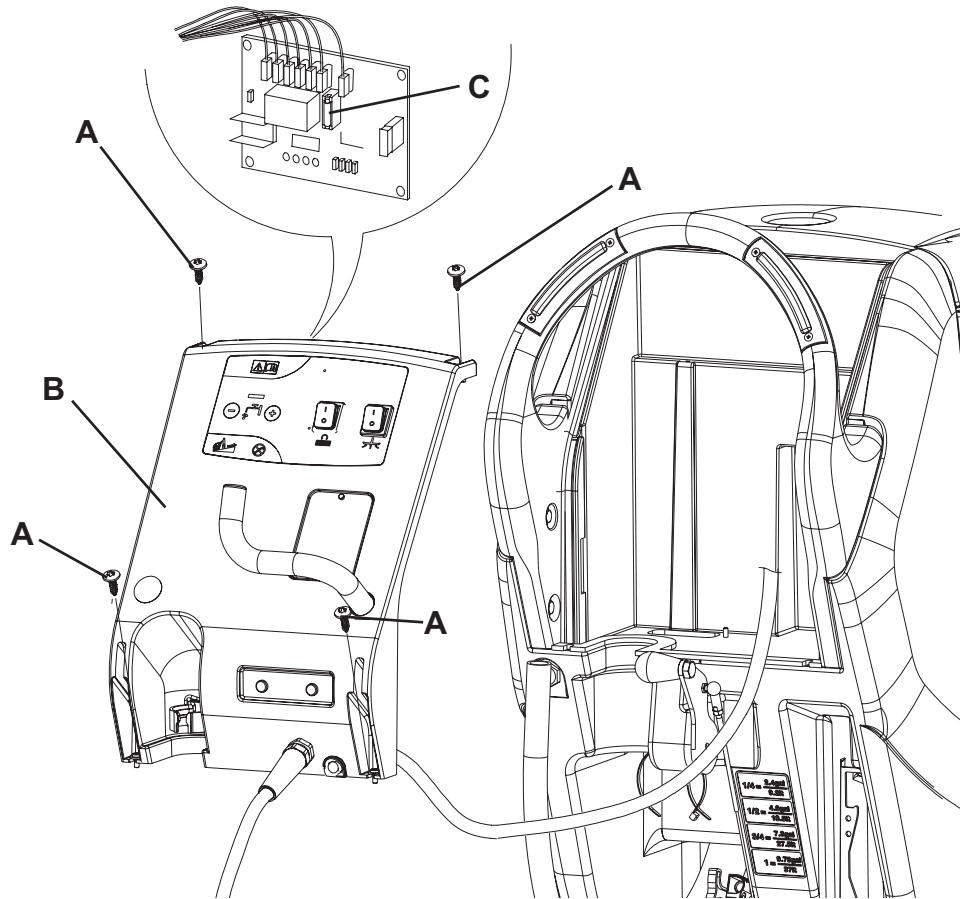

Abbildung 6
1. Das Netzkabel (3) vom Stromnetz trennen ohne ihn auf den Halter (4) aufzuwickeln.
2. Das Ablassrohr des Sammelwassers (12) versetzen.
3. Das Netzkabel (3) von dem Halter (4) entfernen.
4. Die Schrauben (A, Abb. 6) entfernen und vorsichtig die Tafel (B) verschieben.